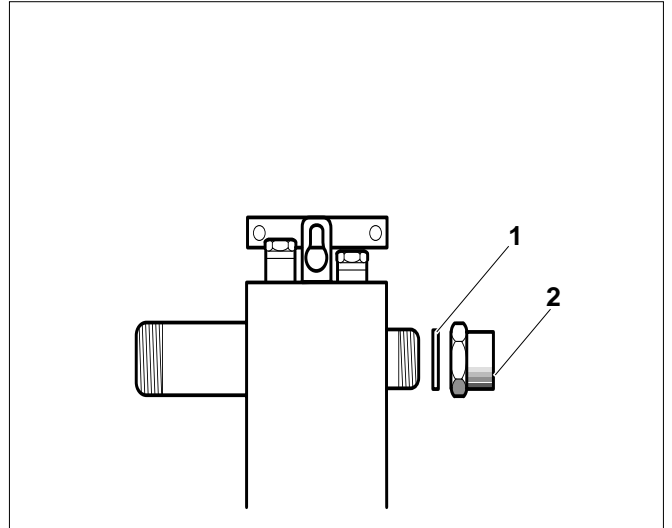

Fig. 10 Set di collegamento AS HKV 32 senza HKV 2 e HKV 3
- Inserire una guarnizione piatta (fig. 10, pos.1) nel dado di raccordo (fig. 10, pos.2).